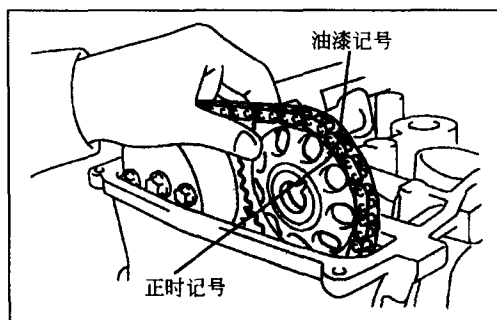
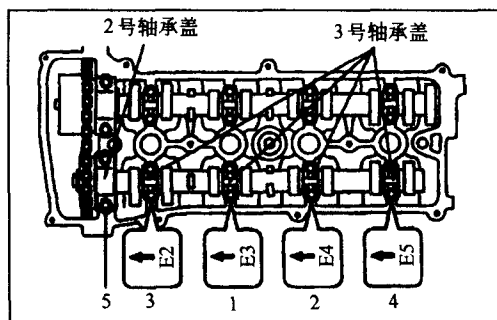

图 1-19
图 1-20
(17) 把 2 号凸轮轴放到缸盖上, 并使链条的油漆记号对上正时链轮的正时记号, 如图 1-19 所示。
(18) 抬起凸轮轴, 带上正时链轮的固定螺栓。
(19) 检查凸轮轴轴承盖的向前记号和数字, 装上凸轮轴轴承盖, 按图 1-20 所示次序拧紧螺栓, 2 号轴承盖的扭矩: $30\text{N}\cdot\text{m}$, 3 号轴承盖的扭矩: $9.0\text{N}\cdot\text{m}$ 。